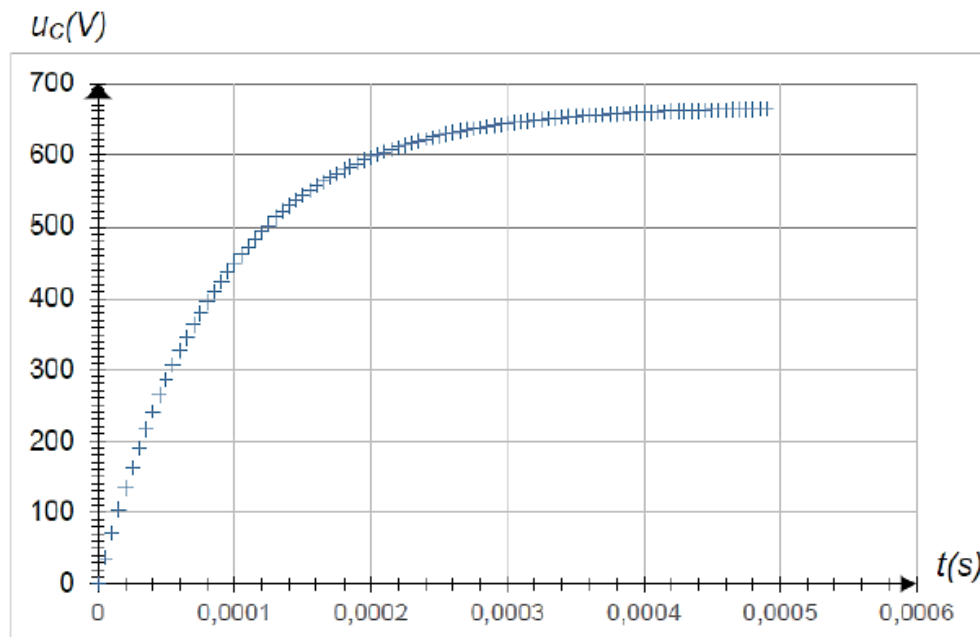

Figure 2. Évolution de la tension $u_C(t)$ aux bornes du condensateur au cours de la charge
La figure 2 représente l'évolution de la tension $u_C(t)$ aux bornes du condensateur lors de sa charge.
- Q4.** Déterminer, à l'aide de la figure 2, la valeur du temps caractéristique de charge τ en expliquant la démarche.